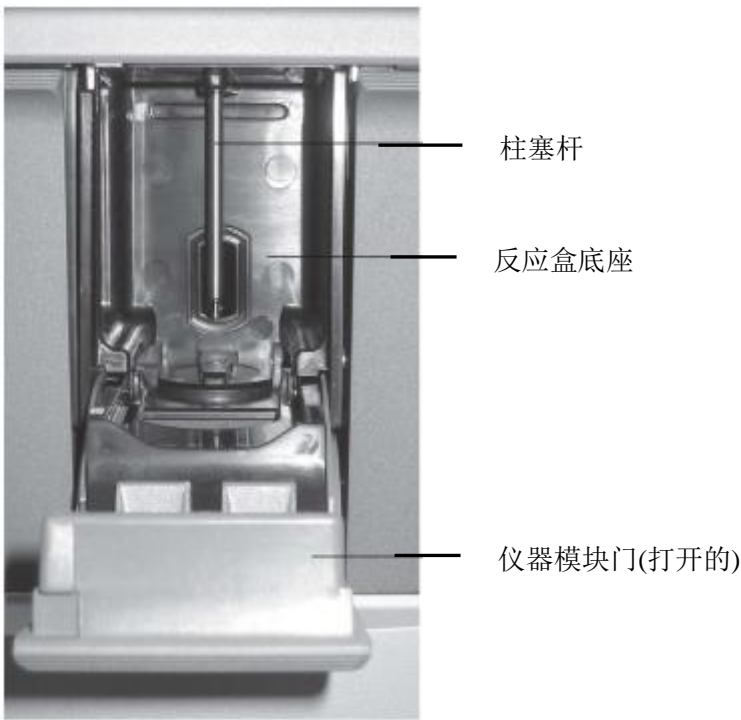

图5-4 柱塞杆（下降到了反应盒底座）
- 在“柱塞维护”对话框中，将“清洁”按钮变为“上移”（如果你点击“全部清洁”按钮，其变为“全部上移”）。在仪器中，选定模块中（或者是你点击“全部清洁”按钮，为所有模块）的柱塞杆下降到检测盒底座（图5-4）。